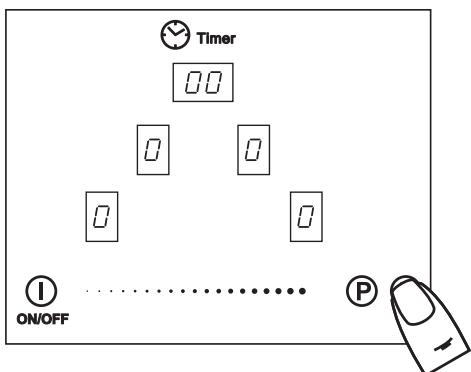

Рис.18
Функция «пауза» позволяет временно останавливать процесс приготовления пищи, сохраняя все установки. Для этого необходимо коснуться зоны ⑦ (рис. 18), звучит звуковой сигнал, точка погаснет.